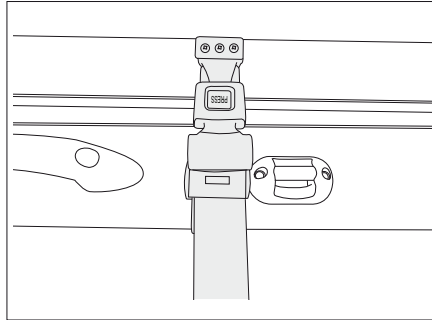

Bild 172 Säkerhetsrem höjbar säng, manuell
- Lossa säkerhetsremmen (Bild 172).
- Fäst säkerhetsremmen (Bild 172).